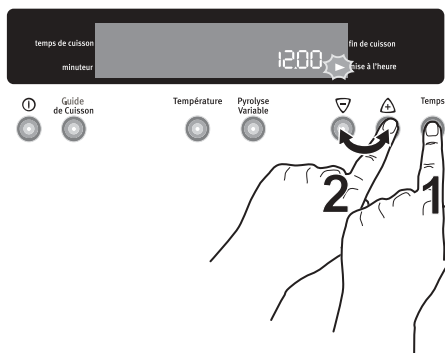

Fig. 6
1. Appuyez sur la touche "**Temps**" jusqu'à ce que le voyant de "**mise à l'heure**" clignote. Réglez l'heure à l'aide des touches  or  (Fig. 6). Le voyant de "**mise à l'heure**" ► disparaît 5 secondes après l'affichage de l'heure exacte.